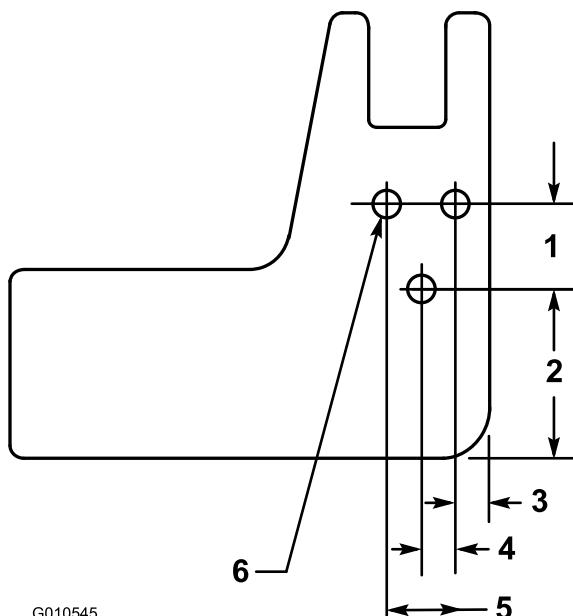

Figura 7
**Nota:** Si los taladros de montaje del soporte trasero no existen, utilice las dimensiones indicadas en Figura 7 para localizar, marcar y abrir los 3 taladros (10,31 mm de diámetro) necesarios en cada brazo de elevación.